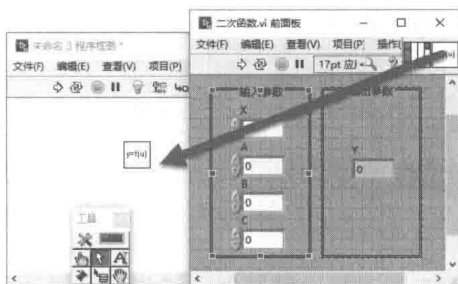

图 1-24 直接拖动打开的子 VI 的前面板或程序框图图标
- ◆ 如果需要调用的 VI 处于打开状态，则直接将子 VI 在前面板或程序框图的图标拖动到程序框图，如图 1-24 所示。